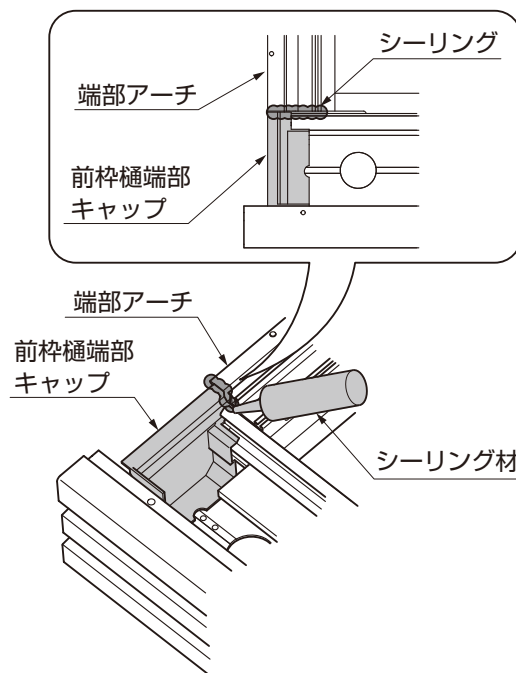

図8-2 シーリング箇所
- ③前枠樋端部キャップと前枠・端部アーチの連結部にシーリングをしてください。(図8-2参照)